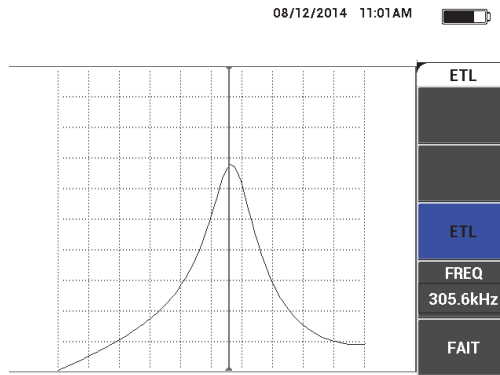

Figure 6-39 Écran ETL
- Appuyez sur **FAIT** (touche E) [voir la Figure 6-39 à la page 163].